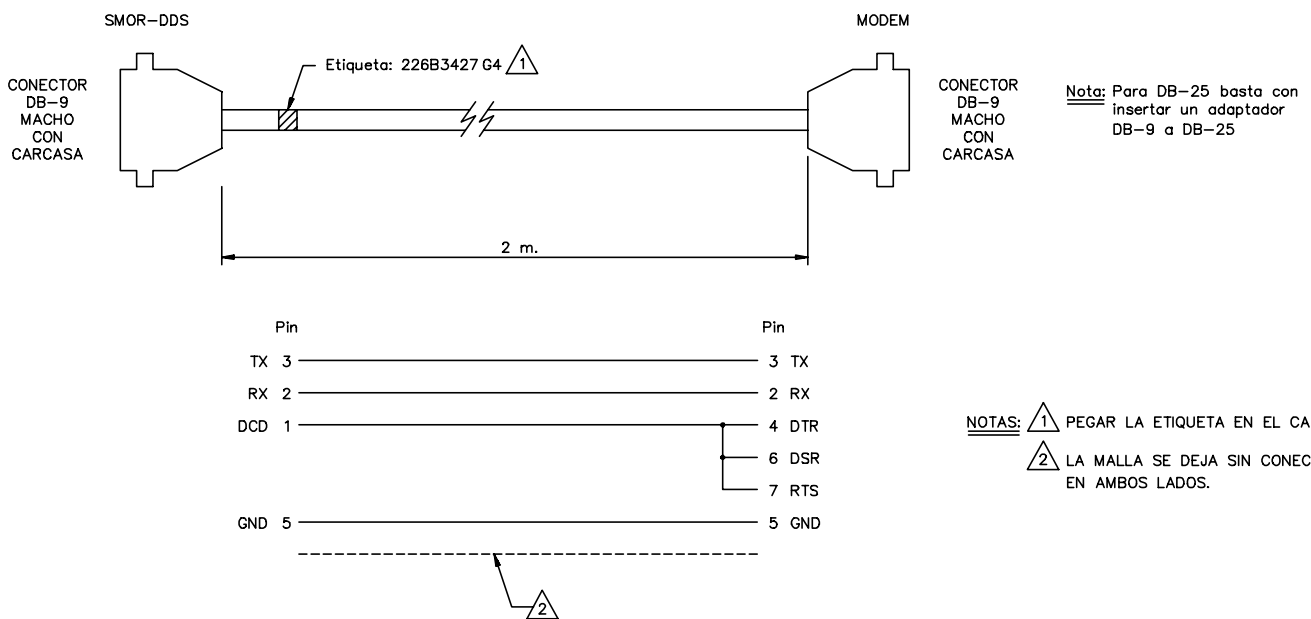

FIGURE 9. CONNEXION RS232 (DMS A MODEM)
- Assurez-vous que le câble de connexion disponible coïncide avec le schéma indiqué sur les figures 9 et 25, ce qui dépend du fait que le port série de votre ordinateur soit DB9 ou DB25.